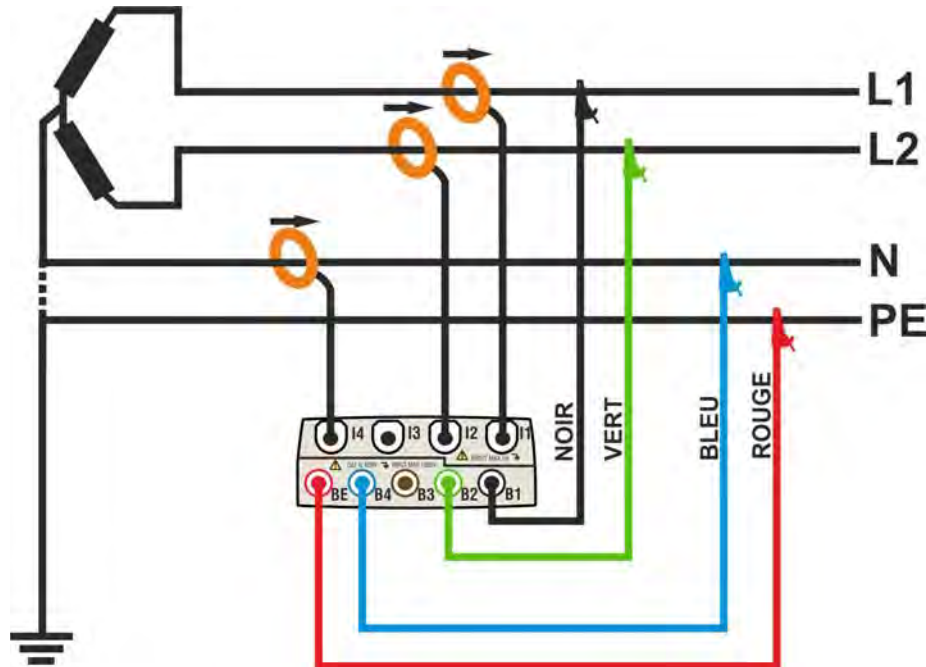

Fig. 171 : Connexion de l'instrument dans un système 3P2E
2. Connecter les câbles de mesure de la tension sur les conducteurs de Phase L1, L2, N, PE, selon les couleurs de la Fig. 171
3. Connecter les pinces de courant sur les conducteurs de phase L1, L2, N comme il est montré à la Fig. 171 **en respectant le sens de la flèche** présente sur la pince qui indique la direction conventionnelle du courant du générateur vers la charge. **Sur les pages-écrans « Valeurs temps réel », (en sélectionnant au préalable le système 3 fils) vérifier toujours que la valeur des Puissances Actives P1, P2 est positive et que les facteurs de puissance Pf1, Pf2 relatifs à la charge sont normalement inductifs**, avant de démarrer un enregistrement. Tourner la pince de 180° sur les conducteurs concernés en cas de valeurs négatives des puissances actives.